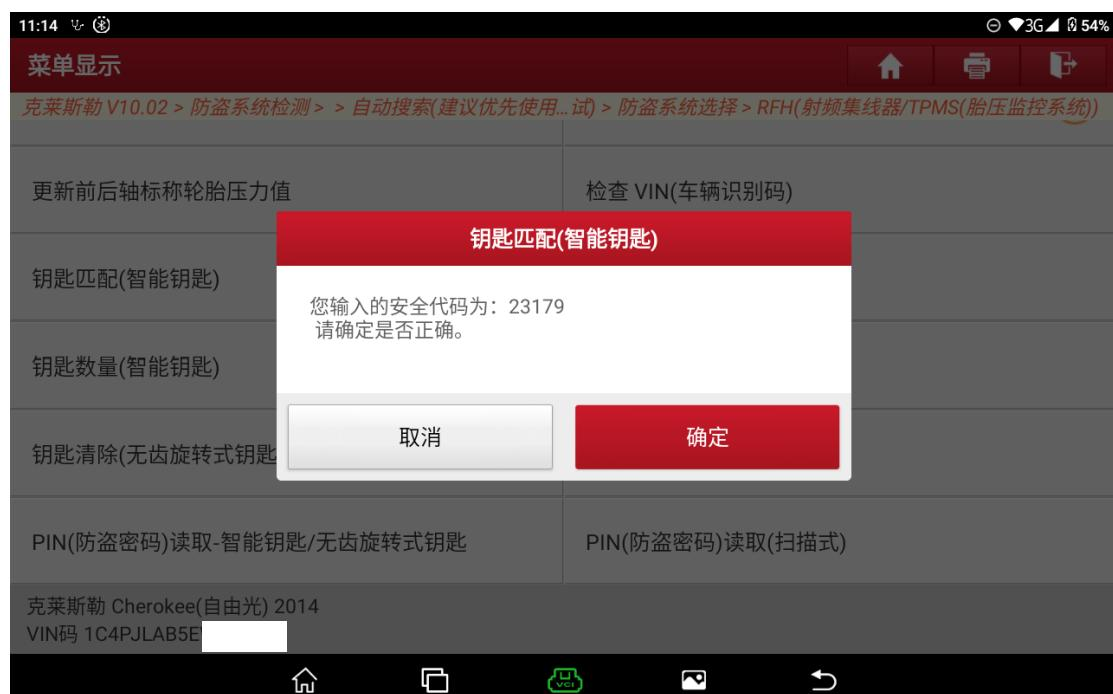

图 17
4. 再次确认是否输入正确，确认无误后点击“确定”(图 17);